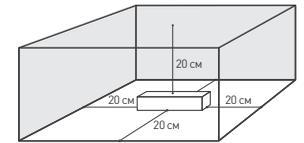

Рис. 4.
- 4.3. Для естественной вентиляции обеспечьте свободное пространство вокруг источника питания не менее 20 см, как изображено на рис. 4. При невозможности обеспечить свободное пространство используйте принудительную вентиляцию. В случае установки в ограниченном пространстве (например, в лайтбокс или профиль) предусмотрите обеспечение требуемого температурного режима источника питания согласно рис. 5.